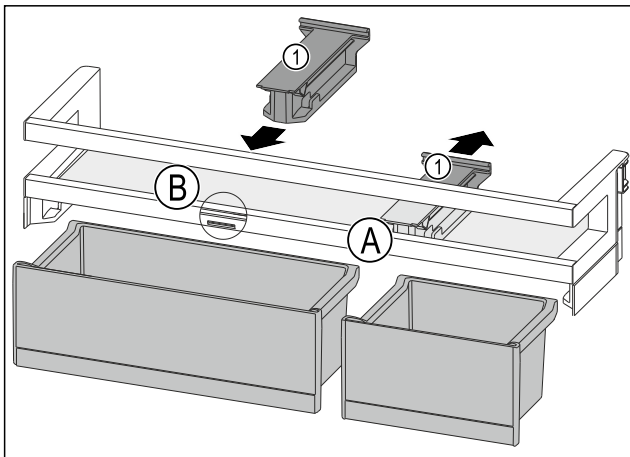

Fig. 189
- ▶ Vedä kiinnitysosa Fig. 189 (1) kohdassa Fig. 189 (A) taaksepäin irti.
- ▶ Aseta kiinnitysosa Fig. 189 (1) kohdassa Fig. 189 (B) paikalleen.